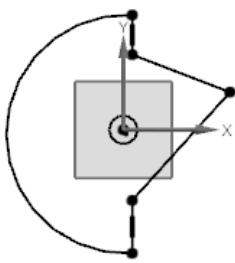

图 5.12.2 绘制大概轮廓
(1) 选择下拉菜单 **文件(F)** → **新建(N)...** 命令，系统弹出“新建”对话框。
(2) 在“新建”对话框中的**模板**选项栏中，选取模板类型为**模型**，在**名称**文本框中输入文件名为 SKETCH02，然后单击**确定**按钮。
**Step 3** 大致绘制图 5.12.2 所示的轮廓。